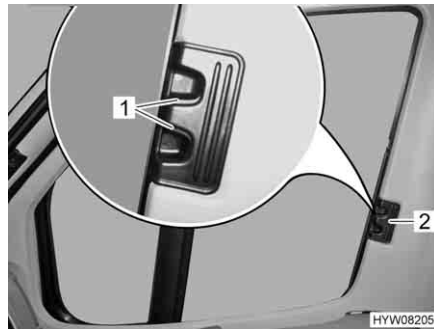

Bild 91 Faltverdarkung für Fahrer-/ Beifahrerfenster
- Entriegelungsgriffe (Bild 91,1) zusammendrücken und gedrückt halten.
- Die Faltverdarkungen für das Fahrerfenster und das Beifahrerfenster am Griff (Bild 91,2) zur anderen Fensterseite ziehen und an den Magnetstreifen aneinanderfügen.
- Die Faltverdarkungen für das Fahrerfenster und das Beifahrerfenster am Griff (Bild 91,2) bis zum Anschlag einschieben.
- Entriegelungsgriffe (Bild 91,1) loslassen und einrasten lassen.